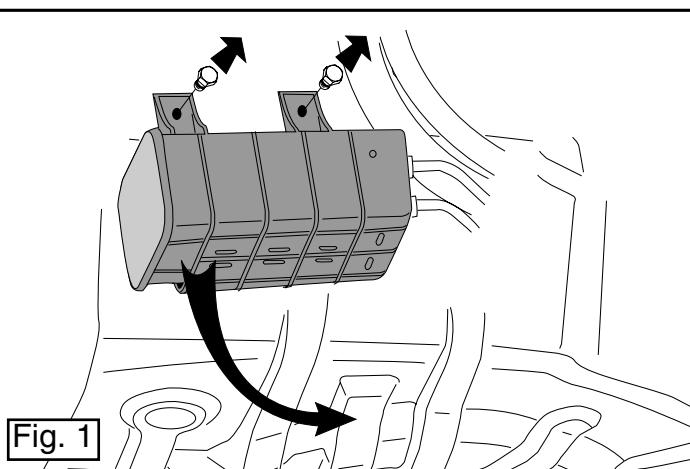

Fig. 1
- Haal de canister los (zie fig.1).
- Detach the canister (see fig.1)
- Détacher le réservoir à charbon actif (voir fig.1).
- Løsn denken (se fig.1).
- Desprender el recipiente (véase la fig.1).